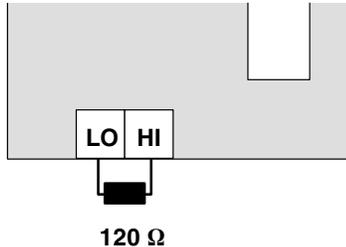

Fig. 7-7
- no módulo CAN do último conversor de frequência (fig. 7-7)